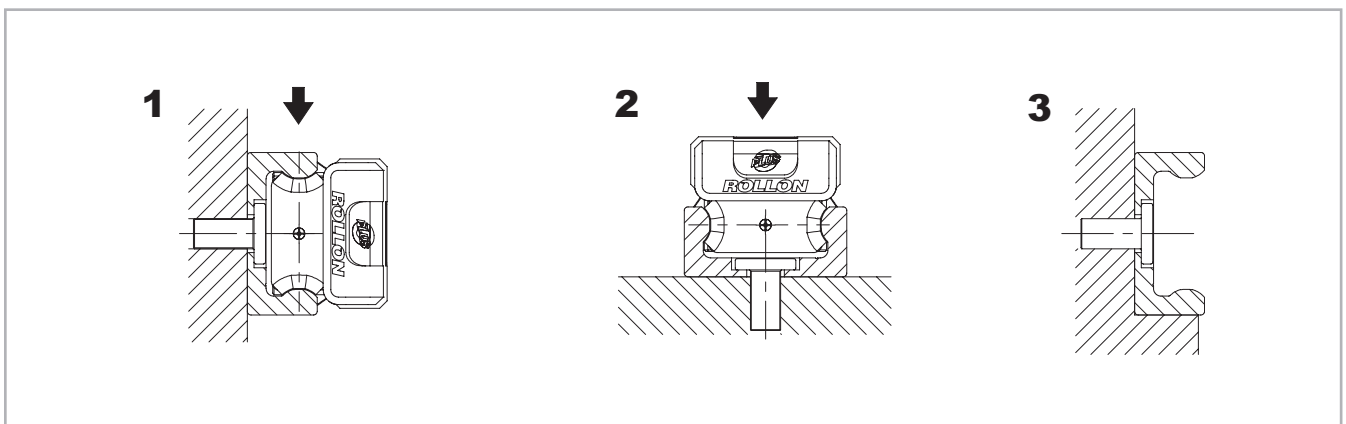

Fig. 64
Les rails peuvent être montés dans deux positions différentes par rapport à la force externe. Dans le cas d'une charge axiale agissant sur le patin (fig. 64, pos. 2), la capacité de charge admissible est réduite en raison des galets à billes radiaux utilisés. C'est pourquoi les rails doivent, si possible, être montés de telle manière que la charge soit appliquée dans le sens radial sur les galets (fig. 64, pos. 1). Le nombre des trous de fixation dans le rail en combinaison avec les vis de classe de résistance 10.9 est fonction des capacités de charge. Dans le cas d'applications critiques avec des vibrations ou si une plus grande rigidité est exigée, il peut être judicieux de soutenir le rail (fig. 64, pos. 3).